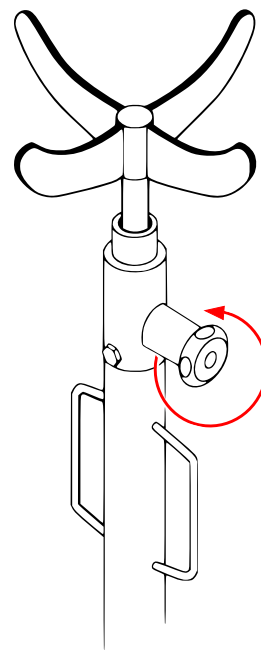

Abbildung 4
- Absenken: Drehen Sie den seitlichen Ballengriff (Abb. 4) gegen den Uhrzeigersinn, um den Getriebeheber wieder abzusenken.